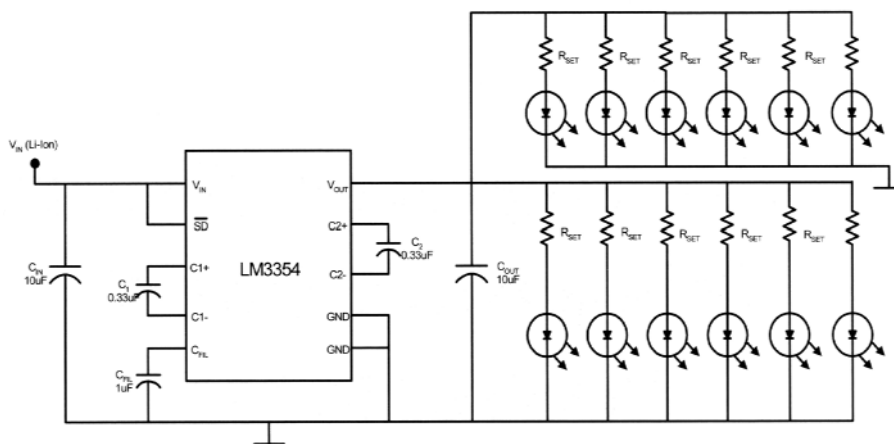

Abbildung 8.1.26 LED-Speisung über Spannungswandler (1). Einsatzbeispiel: die Tastaturbeleuchtung eines Mobiltelefons (National Semiconductor)
- ein Vorwiderstand je LED (vgl. auch Abbildung 8.1.26),